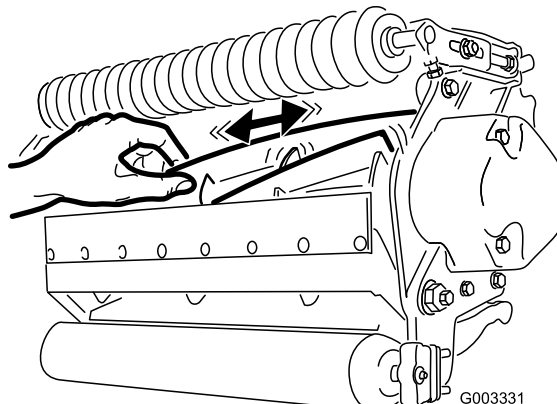

Figura 31
2. Utilizando um pano ou luva almofadada, segure a lâmina do cilindro e tente mover o conjunto do cilindro de um lado para outro (Figura 31).